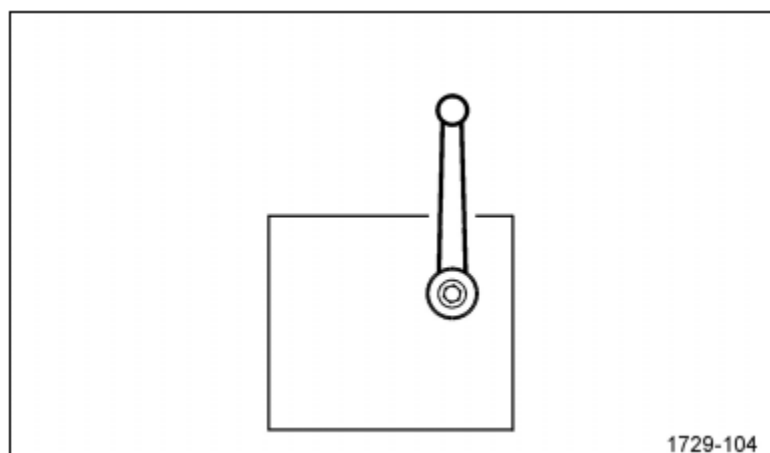
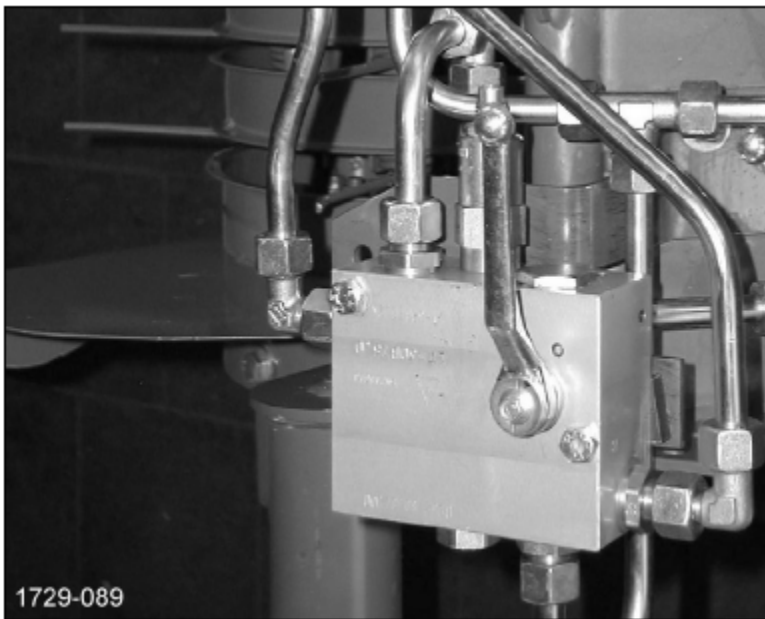
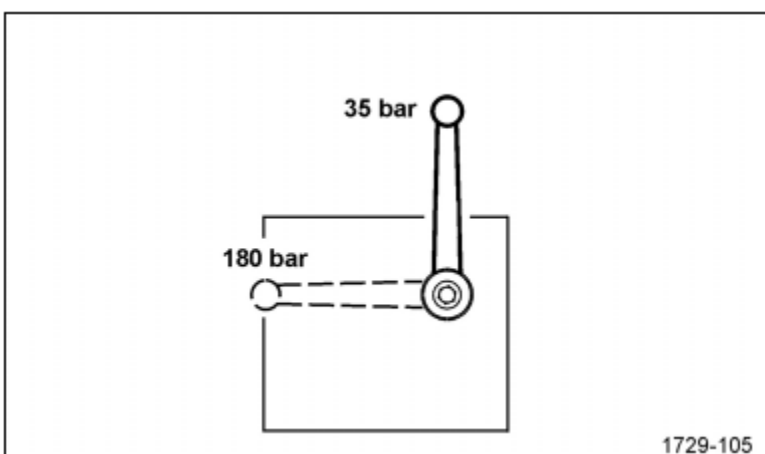

Рисунок 63
Рисунок 64
Рисунок 65
**Note!** For normal production the ball valve must point to the machine (see Figure 63 and Figure 64)!
о Поворотный шаровой кран (рис. 64) под левой боковой крышкой для передняя часть: 180 бар (рис. 65).
о Поворотный шаровой кран (рис. 64) обратно к машине: 35 бар (Рис. 65).